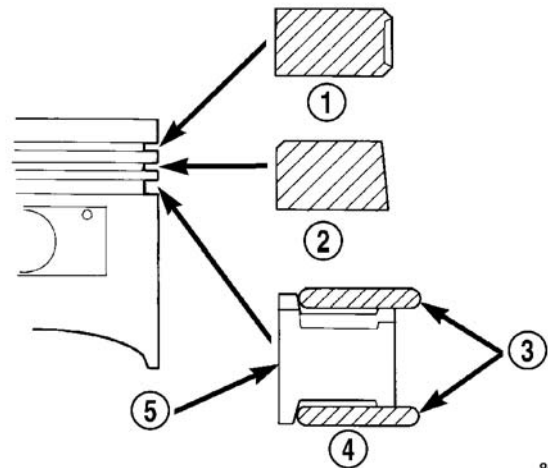

图 72 活塞环安装
(1) 安装各活塞环，制造厂商的标识记号应向上面向活塞顶面(图 72)